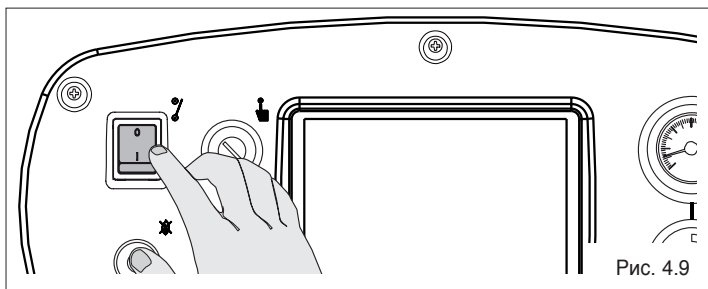

Рис. 4.9
- при выключении и последующем включении главного выключателя на панели управления (Рис. 4.9)